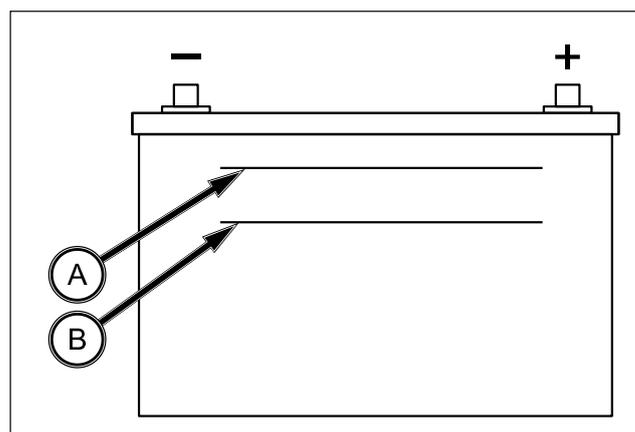

FIG. 223
FIG. 223: Es necesario controlar el electrolito de la batería. Asegúrese de que el nivel de electrolito se sitúe entre la marca superior (A) y la inferior (B). Si el nivel se encuentra por debajo de la marca inferior, añada agua destilada.